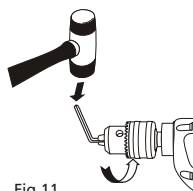

Fig.11
2. Golpetee la llave hexagonal con un mazo en dirección hacia la derecha (Fig. 11). Esto apretará el mandril en el husillo.